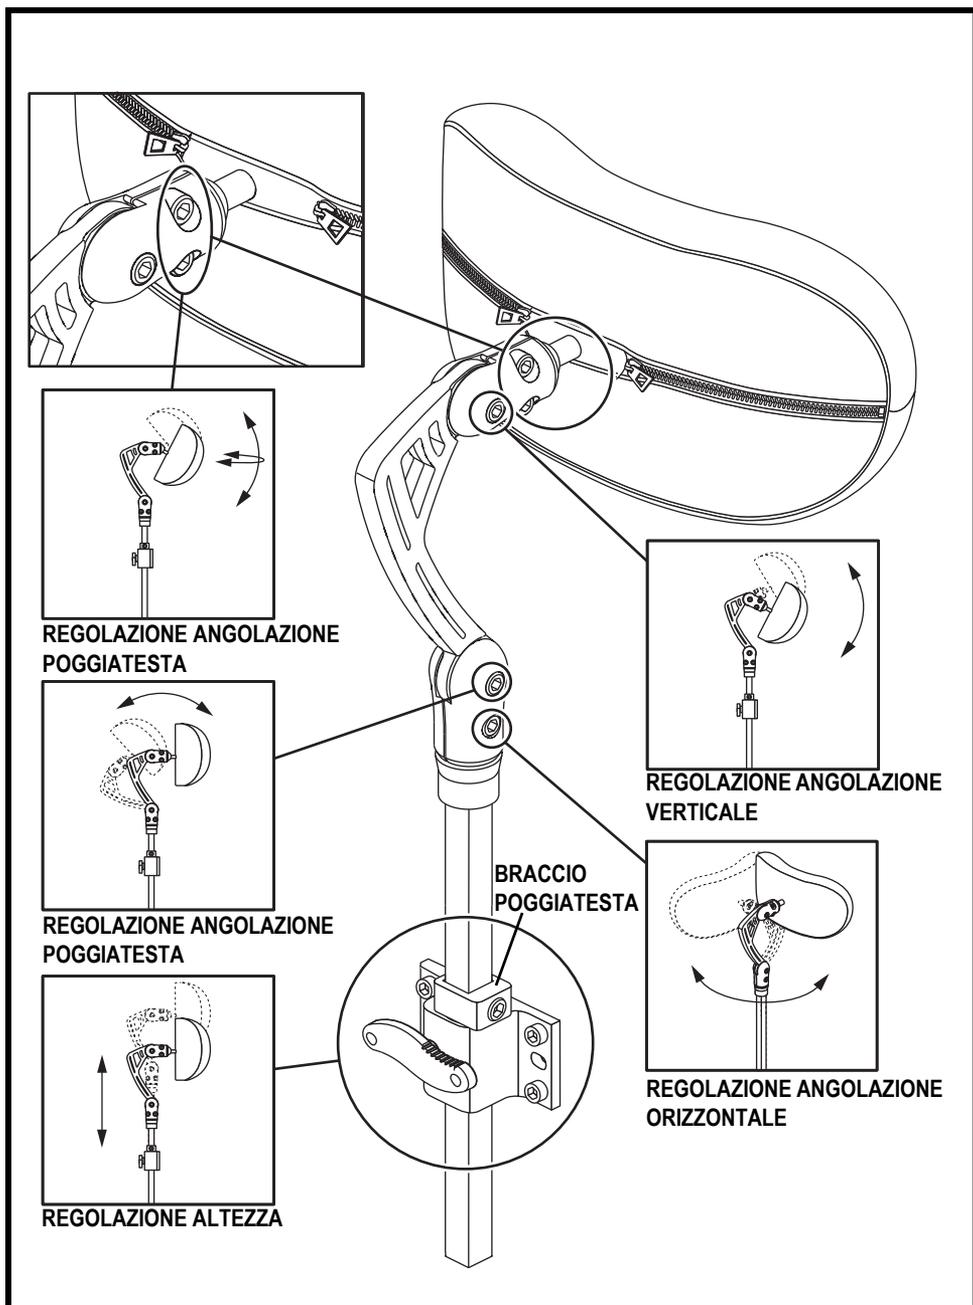

Figura 12. Regolazione dell'altezza del poggiatesta Quantum
1. Allentare le viti di regolazione che corrispondono alle posizioni desiderate. **Vedere figura 12.**